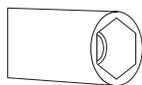

Figura 3
1. Si prega di utilizzare cacciaviti con una testa speciale per rimuovere e installare un ugello come. (figura 3)